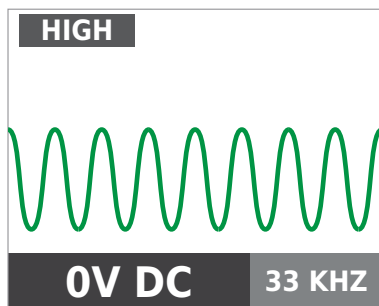

Figura 3.3b
3. Seleccione o modo de sinal ALTO para a maioria das aplicações. O visor será apresentado tal como na Figura 3.3b